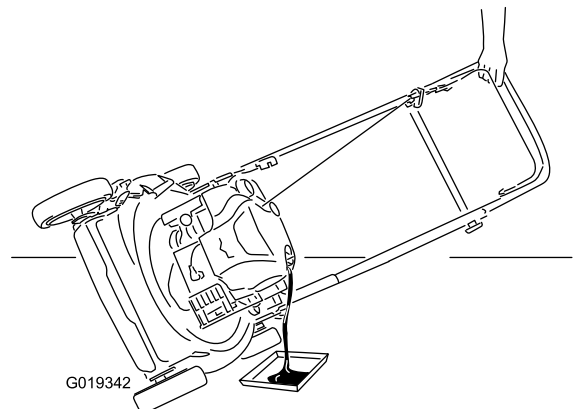

Figure 43
7. Basculez la machine sur le côté, tube de remplissage en bas, pour vidanger l'huile usagée dans le bac de vidange par le tube de remplissage (Figure 43).